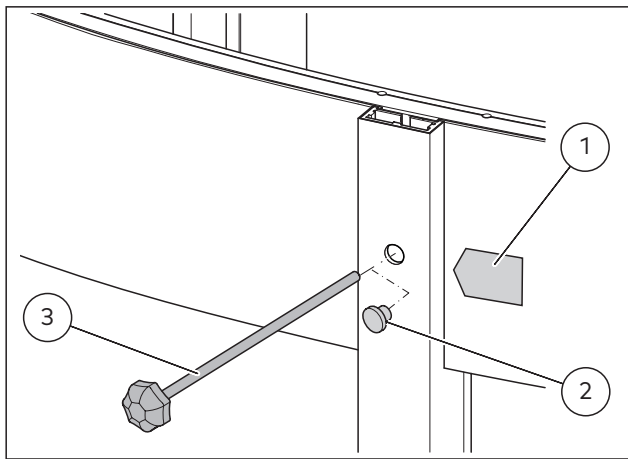

Abb. 7 Verriegelungsbolzen
2. Den Stopfen (Abb. 7/2) im linken Innenpfosten entfernen, um an den Verriegelungsbolzen zu gelangen.
Die Position des Stopfens ist durch einen Aufkleber gekennzeichnet (Abb. 7/1). Der Aufkleber enthält auch eine Anleitung zum Entriegeln der elektromechanischen Verriegelung.
3. Die Stange (Abb. 7/3) benutzen, um den Verriegelungsbolzen zurück in die drehende Decke zu drücken.